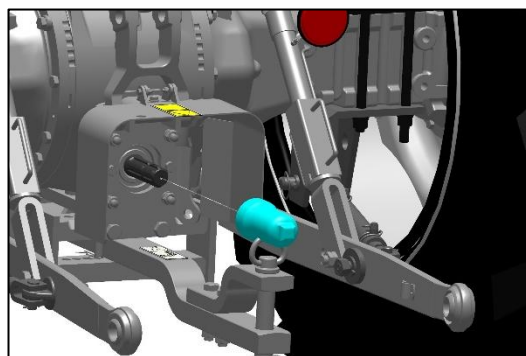

Fig. 83 : RETRAIT DU COUVERCLE DE PROTECTION DE LA PDF
- S'assurer que le couvercle de protection de la PDF est bien en place lorsque celle-ci n'est pas utilisée (Fig. 83).